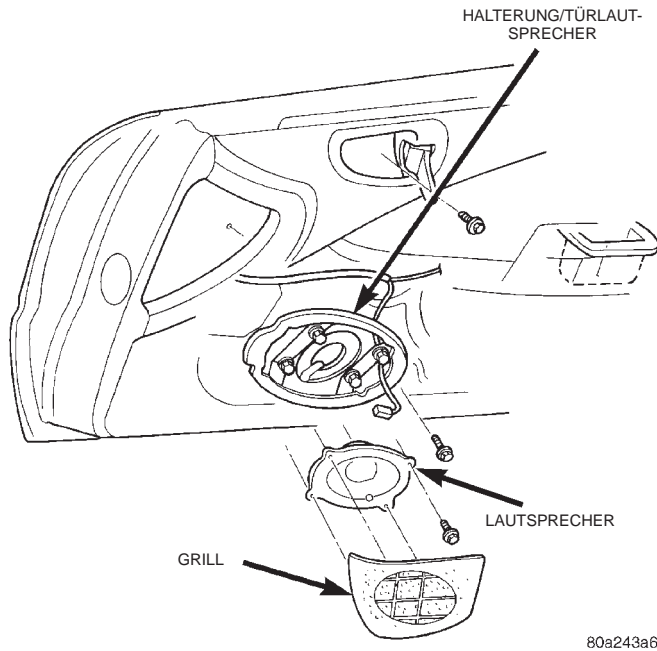

Abb. 3 Türlautsprecher
(1) Lautsprechergrill vorsichtig von der Türverkleidung abhebeln (Abb. 3).
(2) Die vier Befestigungsschrauben des Lautsprechers lösen.
(3) Lautsprecher von der Tür abnehmen und Steckverbinder abziehen.